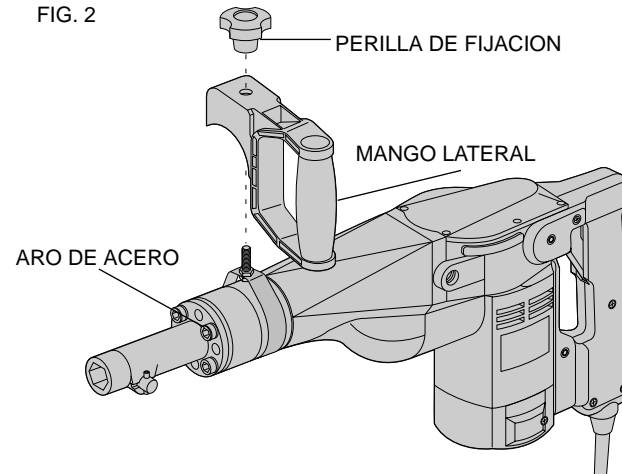

FIG. 3
1. Afloje, pero no retire la perilla de fijación (fig. 3).